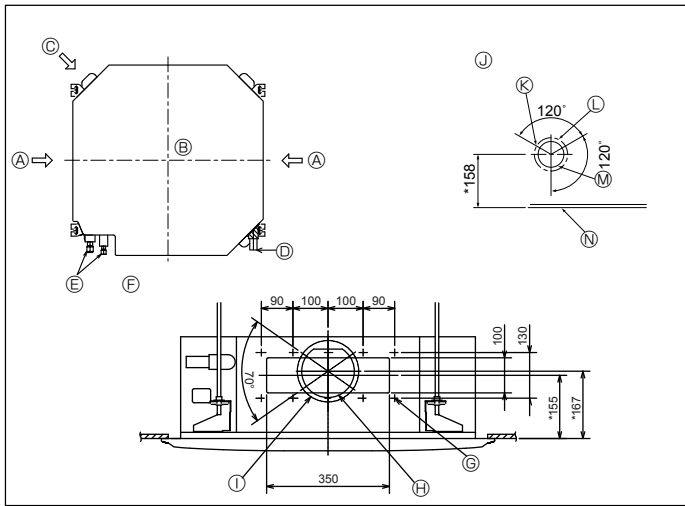

Fig. 3-4
3.4. Οπή πλάγιου αγωγού και οπή εισόδου καθαρού αέρα (Fig. 3-4)